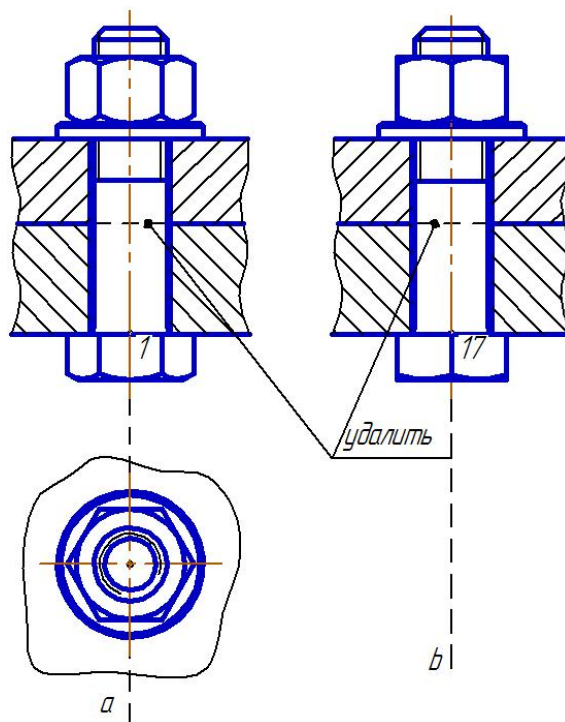

Рис. 3.14. Редактирование чертежа
3. Вставьте элементы болтового соединения в чертеж (рис. 3.14):